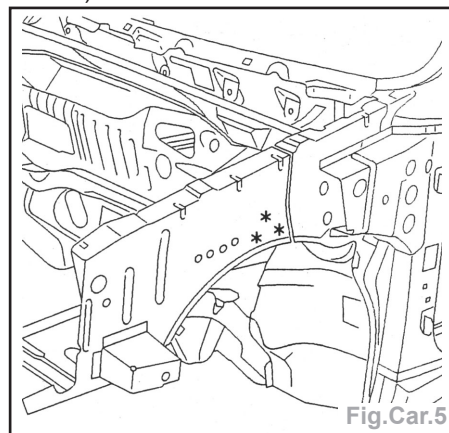

Fig.Car.5
- Découper par fraisage les points (Fig. Car.5).